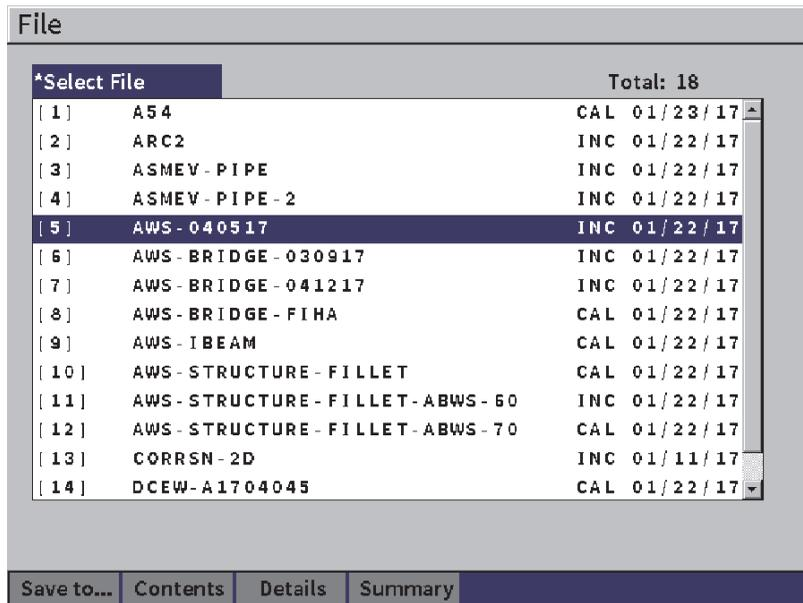

図 9-4 ファイル設定ページ
1. **設定**メニューでファイルアイコンを選択して **ファイル**設定ページを開きます (129 ページの図 9-4 参照) を開きます。
1. 選択したファイルがハイライトされている状態で Enter キーを押し、タブキーを押して**保存 ...** ボタンをハイライトします (129 ページの図 9-4 参照)。